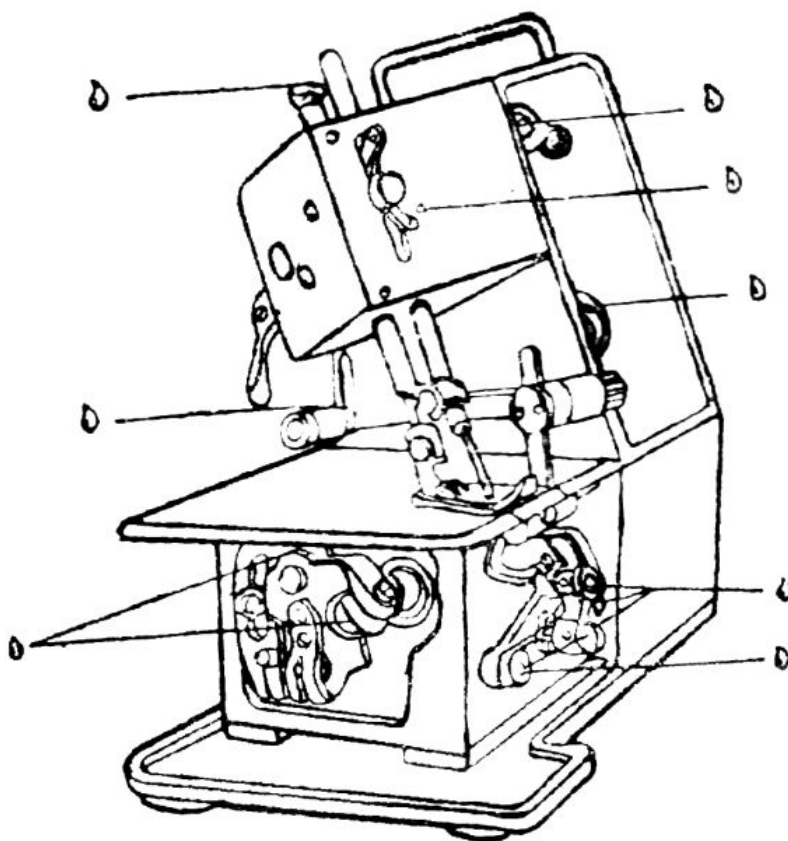

Рис. 1.
2. По завершению работы на машине все указанные на рис. 1 места смазать 2-3 каплями масла.
Хорошее обслуживание важно для обеспечения долговечности машины. Обслуживание заключается в чистке узлов машины от пыли и обрезков материала. Смазки движущихся частей маслом (по 2-3 капли в каждый узел трения 1-2 раза за смену по схеме рис.1). Избыточная смазка может загрязнять поверхность внутренности машины, в то же время плохая смазка приводит к ускорению выхода из строя деталей, более шумной и неровной работе.